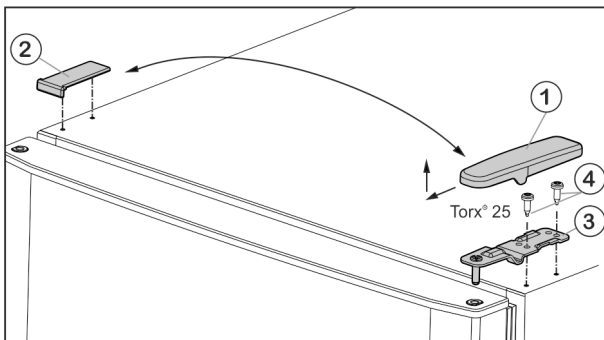

Fig. 5
- ▶ Enlever le cache Fig. 5 (1) vers l'avant et vers le haut.
- ▶ Retirer le cache Fig. 5 (2).
- ▶ Dévisser le support d'appui supérieur Fig. 5 (3) (2 Torx® 25) Fig. 5 (4) et retirer vers le haut.
- ▶ Placer le support d'appui supérieur Fig. 5 (3) sur le nouveau côté charnière de porte.
- ▶ Revisser le support de palier (en appliquant un couple de 4 Nm) (2 Torx® 25) Fig. 5 (4). Utiliser au besoin une visseuse sans fil.
- ▶ Remettre en place l'habillage Fig. 5 (1) du côté opposé depuis l'extérieur et l'enclencher.
- ▶ Remettre en place l'habillage Fig. 5 (2) du côté opposé depuis le dessus et l'enclencher.